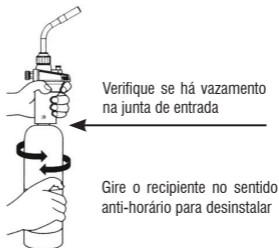

Figura 4 - Instalação MAPP
1. Certifique-se de que a válvula de ajuste da chama (5) esteja na posição fechada, girando o botão no sentido horário até parar. Não force.
2. Certifique-se de que botão trava e destrava do gatilho (9) não está na posição | (Consulte a tabela 2).
3. Instale um recipiente de combustível MAPP ou propano na conexão de entrada (4) do maçarico. Gire o recipiente no sentido horário (Figura 4).
1. Depois que o recipiente de gás estiver preso ao maçarico, verifique se não há vazamento na junta de entrada (Figura 4).
2. Verifique se há vazamento aplicando solução de detector de vazamento ou água com sabão na conexão de entrada (4).
4. Se o vazamento ainda ocorrer, o problema pode estar na conexão da entrada (4) do maçarico.